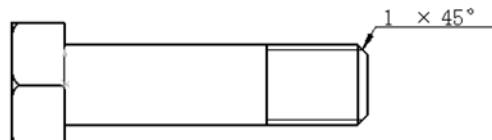

图 9.5.15 “距离×角度”样式
- $1\times 45^\circ$: 距离 \times 角度，如图 9.5.15 所示。